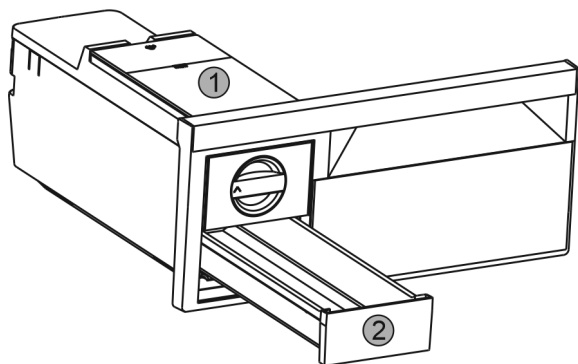

Fig. 39
- Võtke veepaak Fig. 39 (1) ja jääkuubikusahtel Fig. 39 (2) välja.